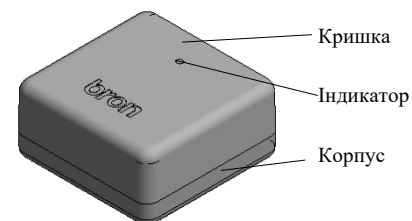

Рисунок 1.1 – Загальний вигляд
1.8 Режим роботи пристрою відображається світлодіодним індикатором зеленого кольору, який розміщений зверху корпусу (див. рисунок 1.1).